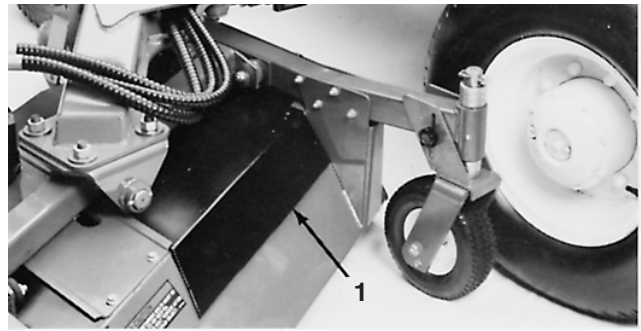

Bild 58
2. Nehmen Sie die Abdeckung der inneren Mähwerkriemenscheibe ab (Bild 58).